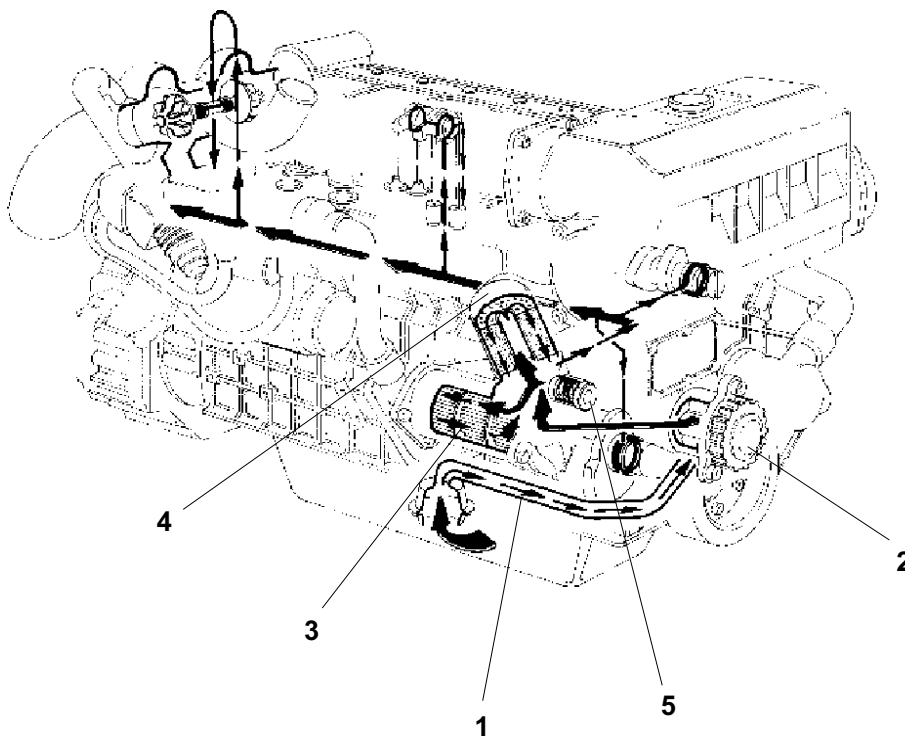

Fig. 2.3 - Abb. 2.3
2.3 CIRCUITO DI LUBRIFICAZIONE (Fig. 2.3)
2.3 CIRCUIT DE GRAISSAGE (Fig. 2.3)
2.3 LUBRICATION CIRCUIT (Fig. 2.3)
2.3 MOTORSCHMIERUNGSKREISLAUF (Abb. 2.3)
2.3 CIRCUITO DE LUBRICACION (Fig. 2.3)